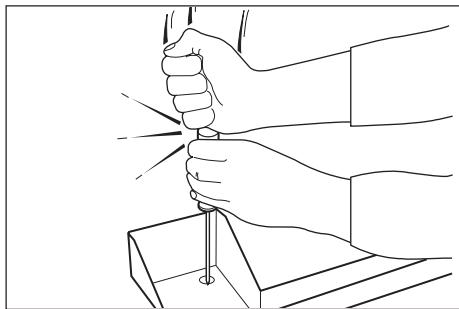

Abb. 8
- Die Membran der Abtropfschale durchstoßen (Abb. 8) und sicherstellen, daß die Öffnung mit dem Trichter für Tropfwasser übereinstimmt. Sollte dies nicht der Fall sein, muß die Maschine so verschoben werden, daß beide Teile übereinstimmen.